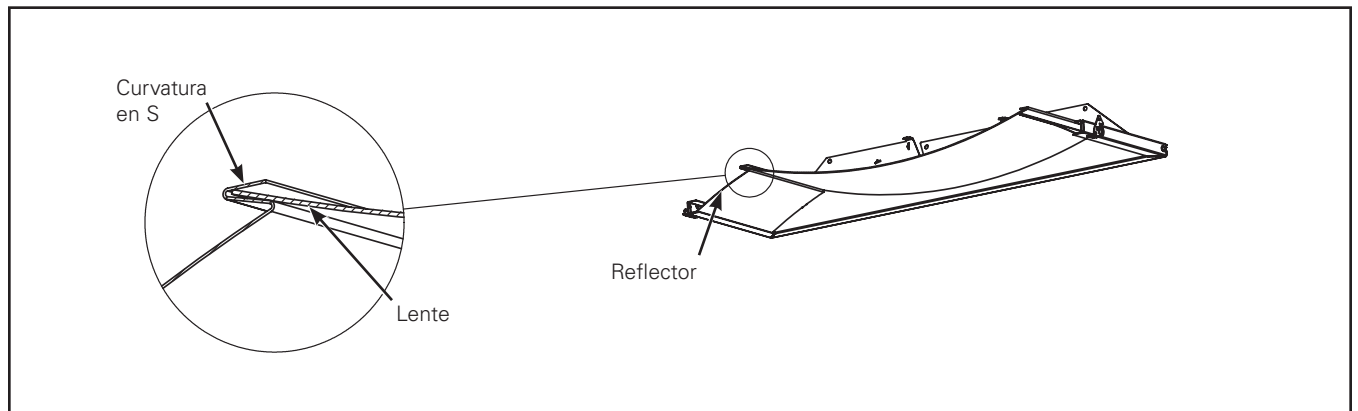

Figura 2. y 3. Vista de la sección
1. Doble levemente la lente hacia adentro y coloque ambos extremos horizontales en la curvatura en forma de "S" del reflector tal como se muestra (Figura 2. y 3.)